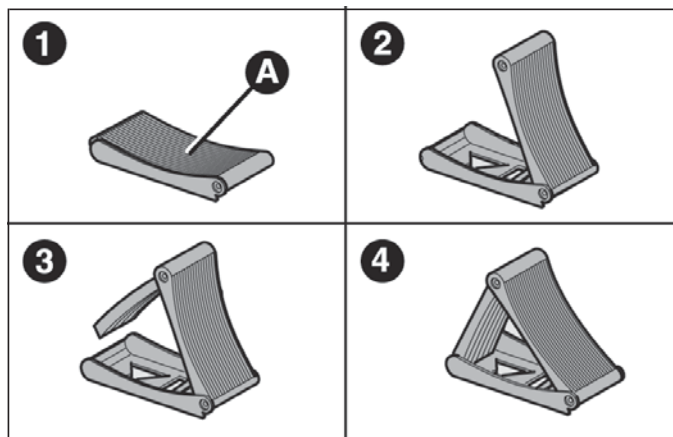

fig. 34
- ❑ extraer la cuña de bloqueo A de la bolsa de herramientas y abrirla en forma de libro de acuerdo con el esquema fig. 34;